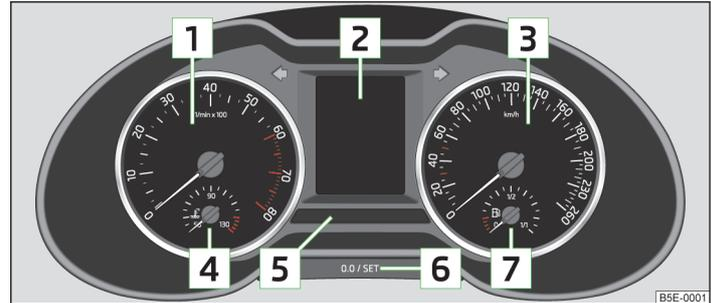

Abb. 2 Kombi-Instrument
- Betätigen Sie die Taste **6** im Kombi-Instrument » Abb. 2 auf Seite 11 niemals während der Fahrt, sondern nur bei stehendem Fahrzeug!
Der rote Skalabereich des Drehzahlmessers  » Abb. 2 auf Seite 11 kennzeichnet den Bereich, in dem das System beginnt, die Motordrehzahl zu begrenzen. Das System begrenzt die Motordrehzahl automatisch auf einen sicheren Grenzwert.
» Die Taste » Abb. 2 auf Seite 11 kurz drücken.
- » Die Taste » Abb. 2 auf Seite 11 drücken und gedrückt halten, bis im Display **Uhrzeit** angezeigt wird.
- » Die Taste » Abb. 2 auf Seite 11 drücken und gedrückt halten, bis im Display **Batteriestatus** bzw. **BATTERIE SOC** angezeigt wird.